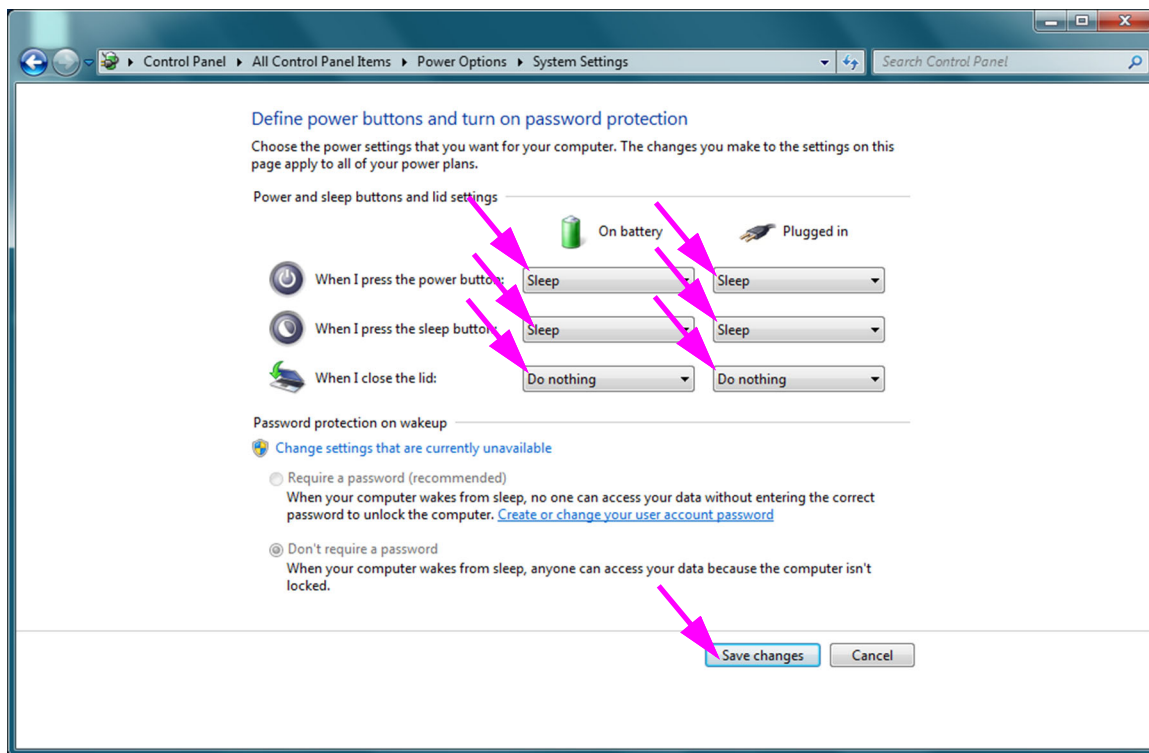

Figura 2-23. Fereastra Setări sistem
9. **Doar laptopuri:** În fereastra Opțiuni de alimentare (Power Options), faceți clic pe opțiunea **Alegerea acțiunii la închiderea capacului (Choose what closing the lid does)**. Apare fereastra Setări sistem (System Settings) (consultați Figura 2-23). Setăți setarea **La închiderea capacului (When I close the lid)** pe **Nicio acțiune (Do nothing)** și setați toate celelalte setări pe **Repaus (Sleep)** și faceți clic pe **Salvare modificări (Save Changes)**.